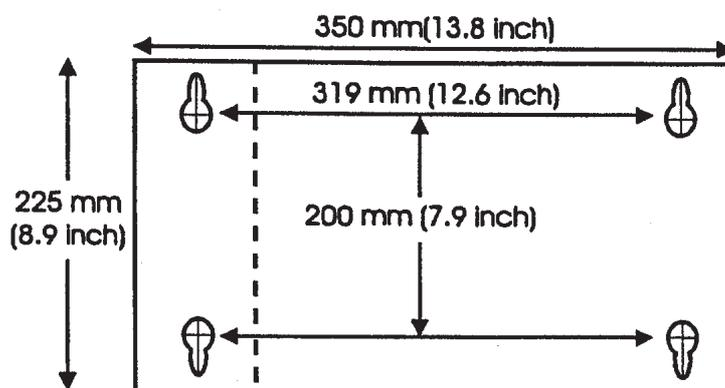

Figura 2. Plantilla para montar la caja sobre una pared
1. Utilizar la plantilla suministrada para marcar la posición de los taladros a efectuar sobre la superficie de instalación del detector. Ver Figura 2
1. Situar la caja contra la pared y marcar la posición de los taladros. Como alternativa, utilizar la plantilla suministrada. Ver Figura 2.